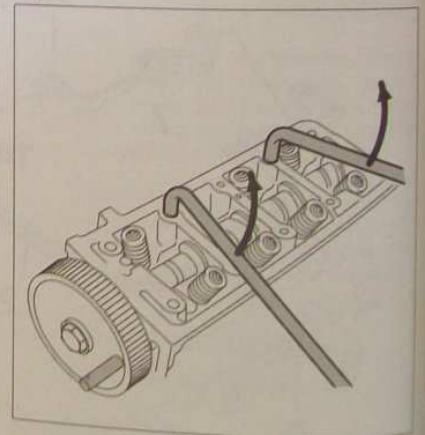

FIG.33
- Décoller et déposer la culasse, à l'aide de leviers (outils Citroën 149-T.) insérés dans deux orifices de passage de vis de culasse et la dégager en prenant soin de ne pas déplacer les chemises et en s'assurant que toutes les connexions électriques, durits et câble attenants à la culasse, au boîtier thermostatique et au collecteur ont été débranchés (Fig.33).